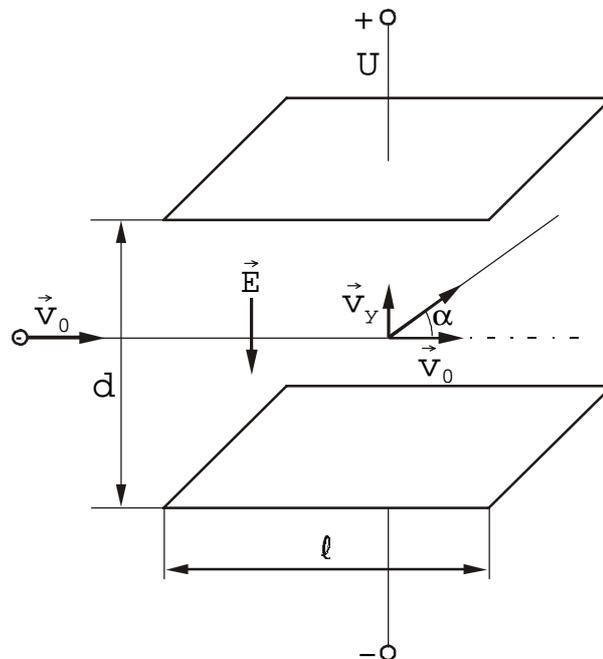

Abb. 1: Ablenkung der Elektronen im Plattenkondensator
Die Elektronenstrahlröhre (Abb. 1) ist nach langjähriger Entwicklungsarbeit aus der BRAUN'schen Röhre (Katodenstrahlröhre) hervorgegangen. Sie wird für die Erzeugung, Ablenkung und Sichtbarmachung des Elektronenstrahles benötigt. Die aus der indirekt geheizten Katode (K) austretenden Glühelctronen werden durch eine positive Hochspannung zur Anode (A1) hin beschleunigt. Die Katode (K) wird